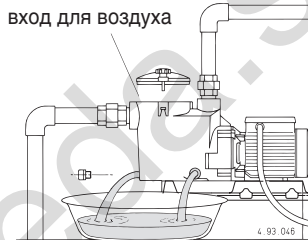

Рис. 4 Слив
**Во время простоев, при наличии опасности замораживания необходимо слить из насоса всю жидкость, убрав две сливные заглушки с кольцевыми уплотнениями многоразового использования (рис. 4).**